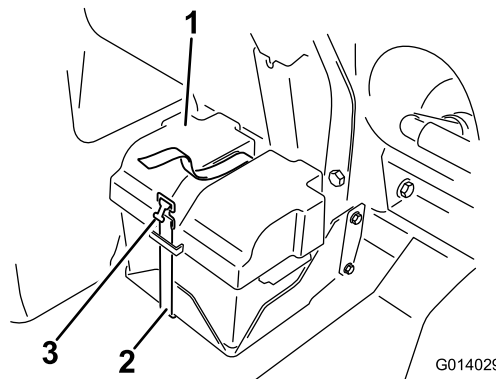

Рисунок 85
2. Снимите крышку аккумуляторной батареи и отсоедините отрицательный (черный, «земля») кабель от штыря аккумуляторной батареи (Рисунок 85).
4. Установите крышку аккумуляторной батареи и закрепите ее хомутом, снятым ранее (Рисунок 85).